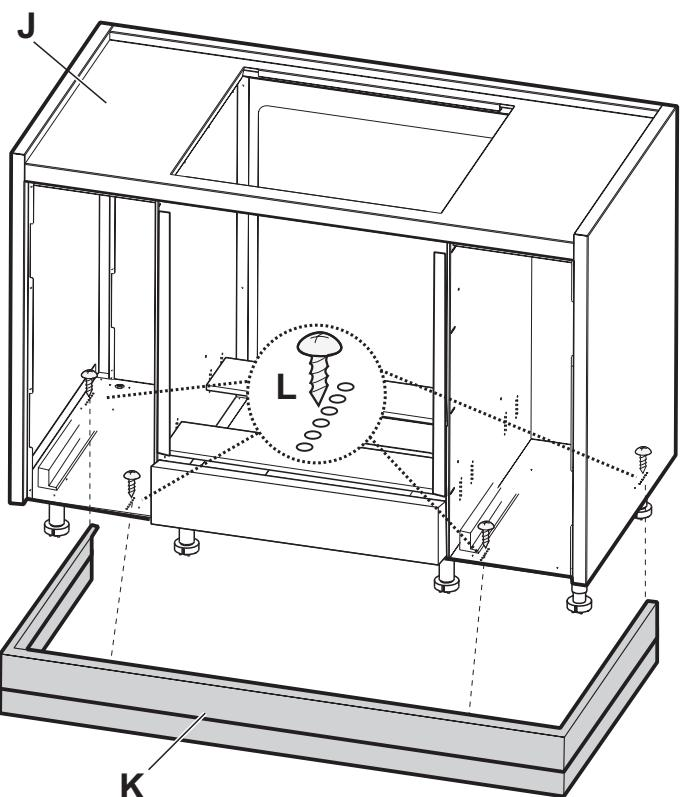

Fig. 5
7. Positionner le meuble dans la zone choisie et vérifier que le plan de travail **J** est parfaitement horizontal (le cas échéant, régler les pieds **F**). **Fig. 5**.
8. Fixer la plaque **K** au meuble à l'aide de 4 vis (la plaque peut être fixée à différentes profondeurs en fonction des nécessités, dans ce but plusieurs séries de trous **L** sont percées). **Fig. 5**.